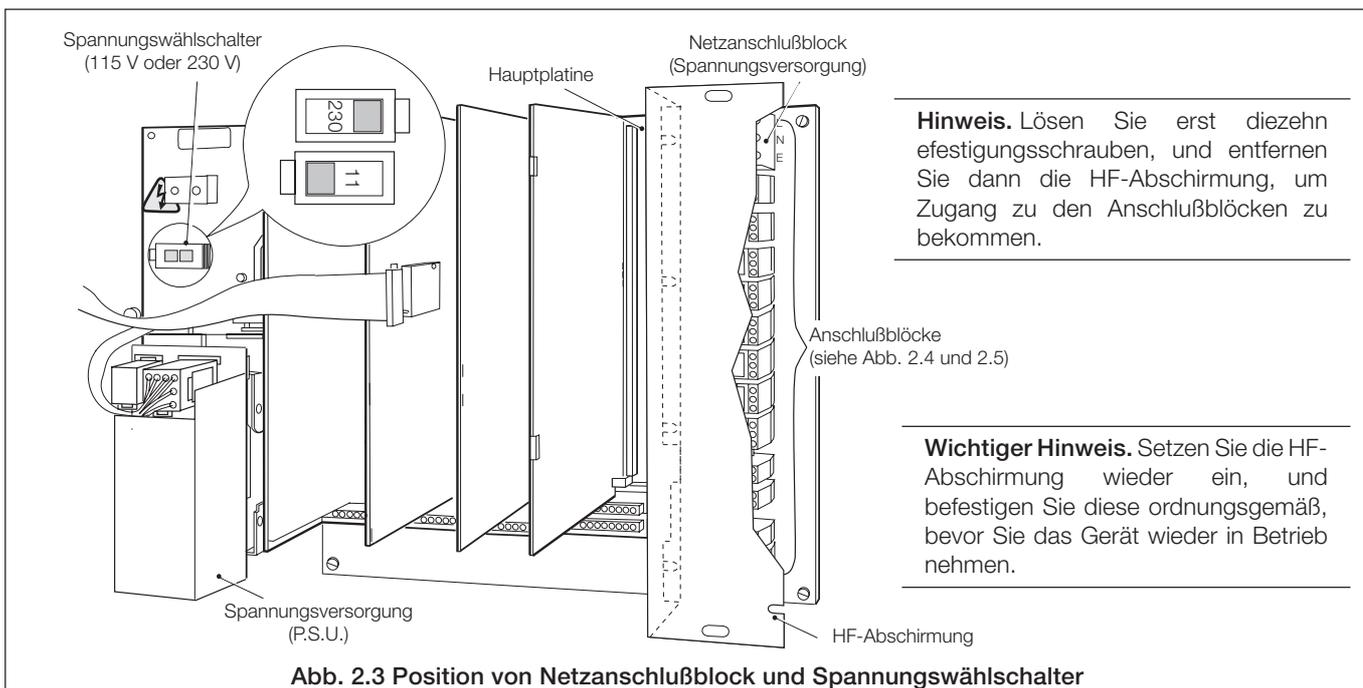

Abb. 2.3 Position von Netzanschlußblock und Spannungswählschalter
Elektronikeinheit oben im Gehäuse (siehe Abb. 2.3 bis 2.5 für interne Details)
2.6 Externe elektrische Verbindungen – Abb. 2.3 bis 2.5
Die externen elektrischen Verbindungen werden in der Elektronikeinheit hinter der Klappabdeckung und unter der HF-Abschirmung angeschlossen (siehe Abb. 2.3). Die Anschlußkabel werden durch die Kabelverschraubungen auf der rechten Seite des Monitorgehäuses geführt und sind wie folgt zu verbinden:
- **Netzeingang (Spannungsversorgung)** – 115 V (110 bis 120 V) oder 230 V (220 bis 240 V). Die Netzspannung wird mit dem Spannungswählschalter (siehe Abb. 2.3) festgelegt.